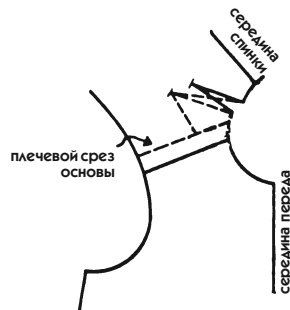

Рис. 608
1. Прежде чем соединить по линиям плеча спинку и перед лифа (рис. 608, пунктирная линия), переведите верхнюю вытачку груди в боковой срез, а плечевую вытачку спинки в вытачку горловины (см. пунктир на рис. 608), чтобы спереди на плече не было видно никаких вытачек.
- Начертите вытачку окончательно сплошной линией (наклонно или вертикально), сохраняя ее изогнутую форму (рис. 608).
2. Начертите новое положение плеча (сплошная линия на рис. 608), затем разрежьте лекало вдоль этой линии, чтобы прибавить эту дополнительную величину к спинке лифа (для сохранения лекала оставьте чертеж неразрезанным).